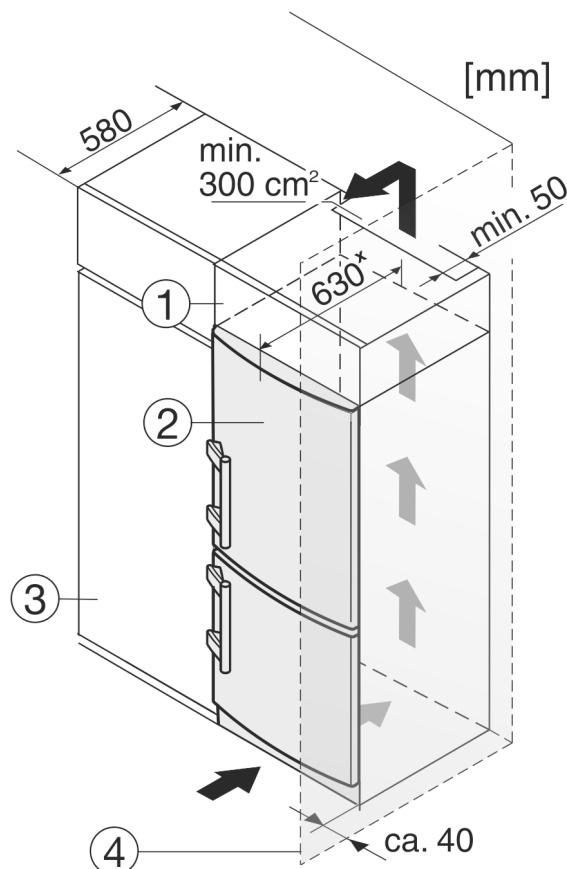

Fig. 9
Перед встановленням пристрою можна змінити його конструкцію відповідно до кухонної шафи. Щоб привести висоту пристрою Fig. 9 (2) у відповідність із розмірами кухонної ніші, можна встановити на нього спеціальну шафу Fig. 9 (1).
У разі переобладнання кухонними шафами (глибина щонайбільше 580 мм) пристрій можна встановити безпосередньо поруч із кухонною шафою Fig. 9 (3). Пристрій виступає за передню частину кухонної шафи на 34 мм × з боків і на 50 мм × посередині.
Якщо пристрій із шарнірами встановлюється поруч зі стіною Fig. 9 (4), відстань між пристроєм і стіною має становити щонайменше 40 мм. Це відповідає необхідній відстані для ручки після відкривання дверцят.